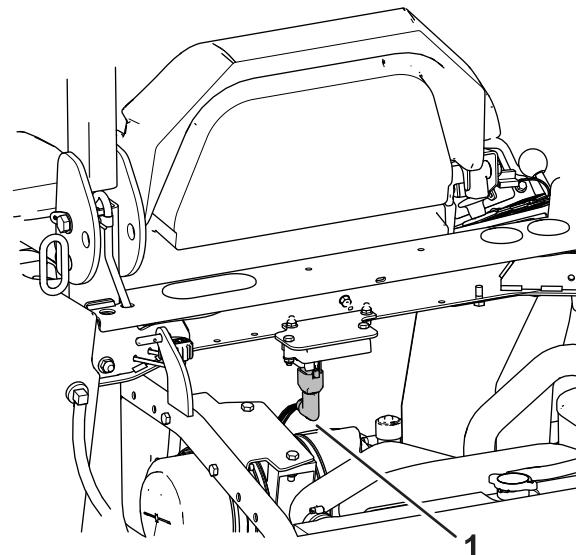

Figure 4
8. Branchez le connecteur à 90° sur le capteur (Figure 4 et Figure 8).